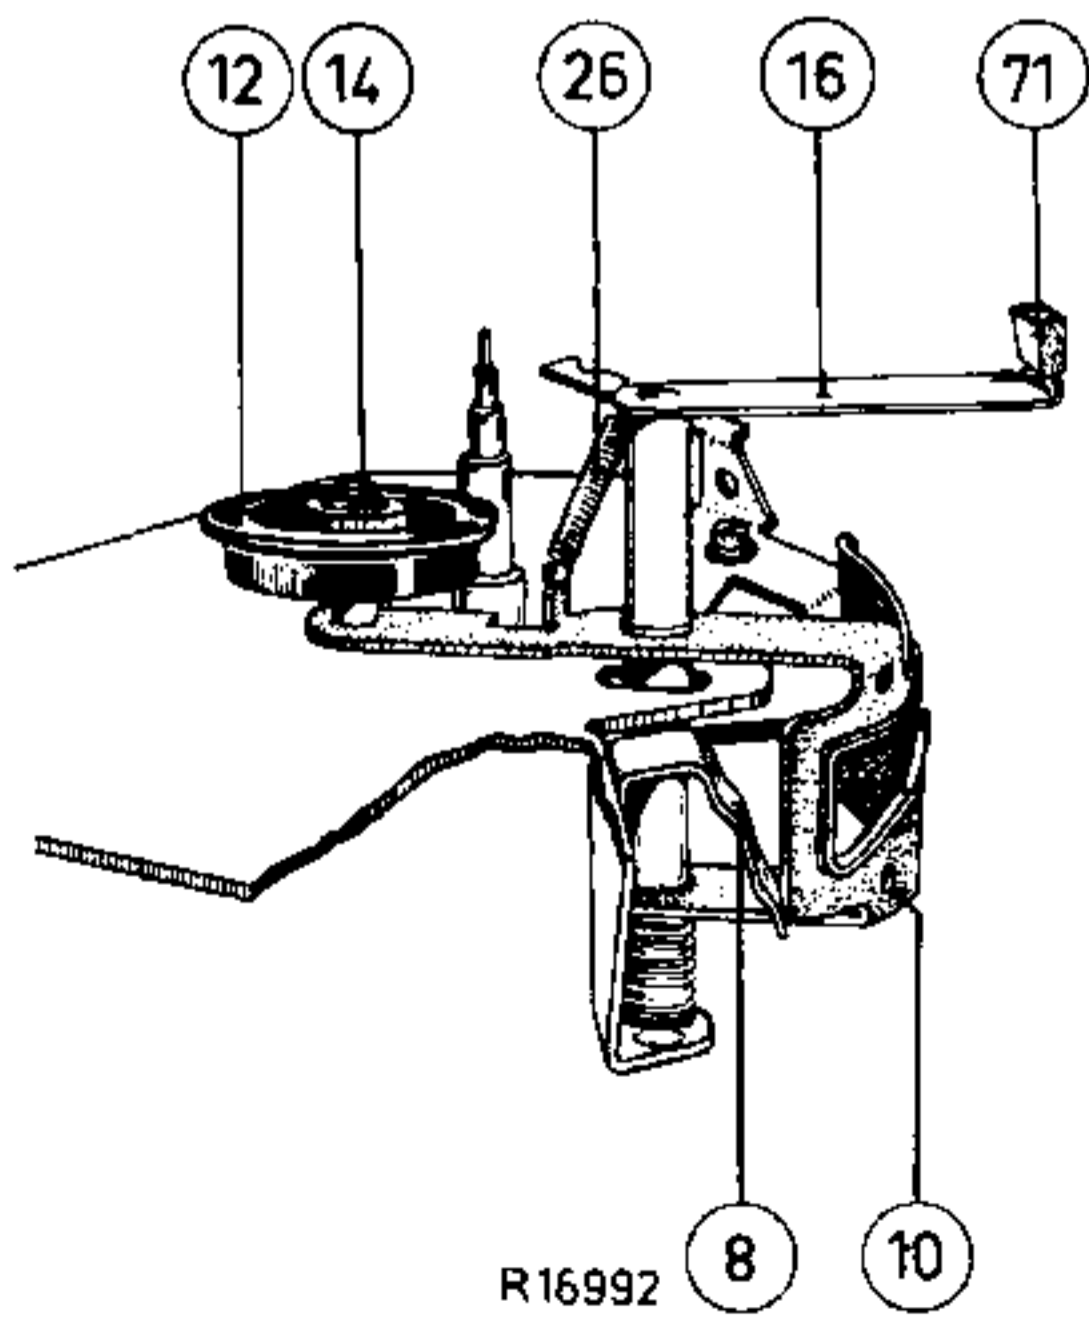

Fig.9
Via het tussenwiel pos 12 wordt de draaitafel door de poelie pos 155 aangedreven. Het tussenwiel pos 12 kan met behulp van de snelheidshandle pos 16 (fig. 9). op de vier trappen van de aandrijfpoelie geplaatst worden.